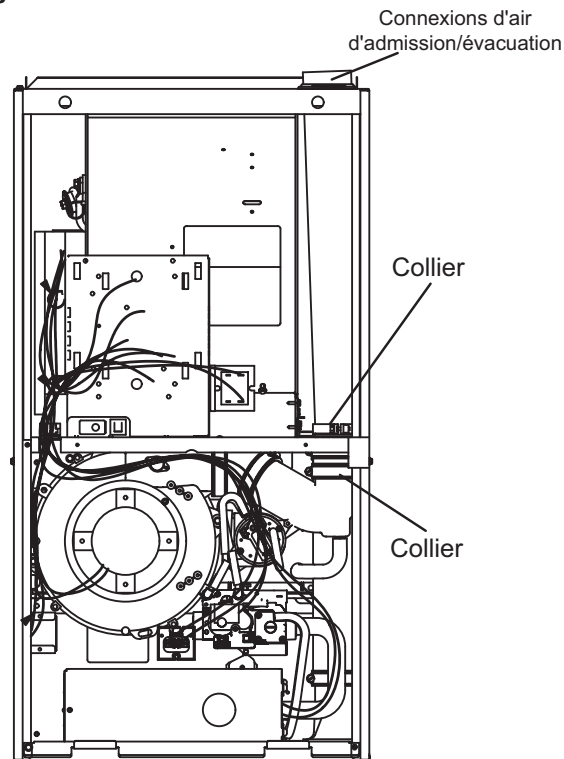
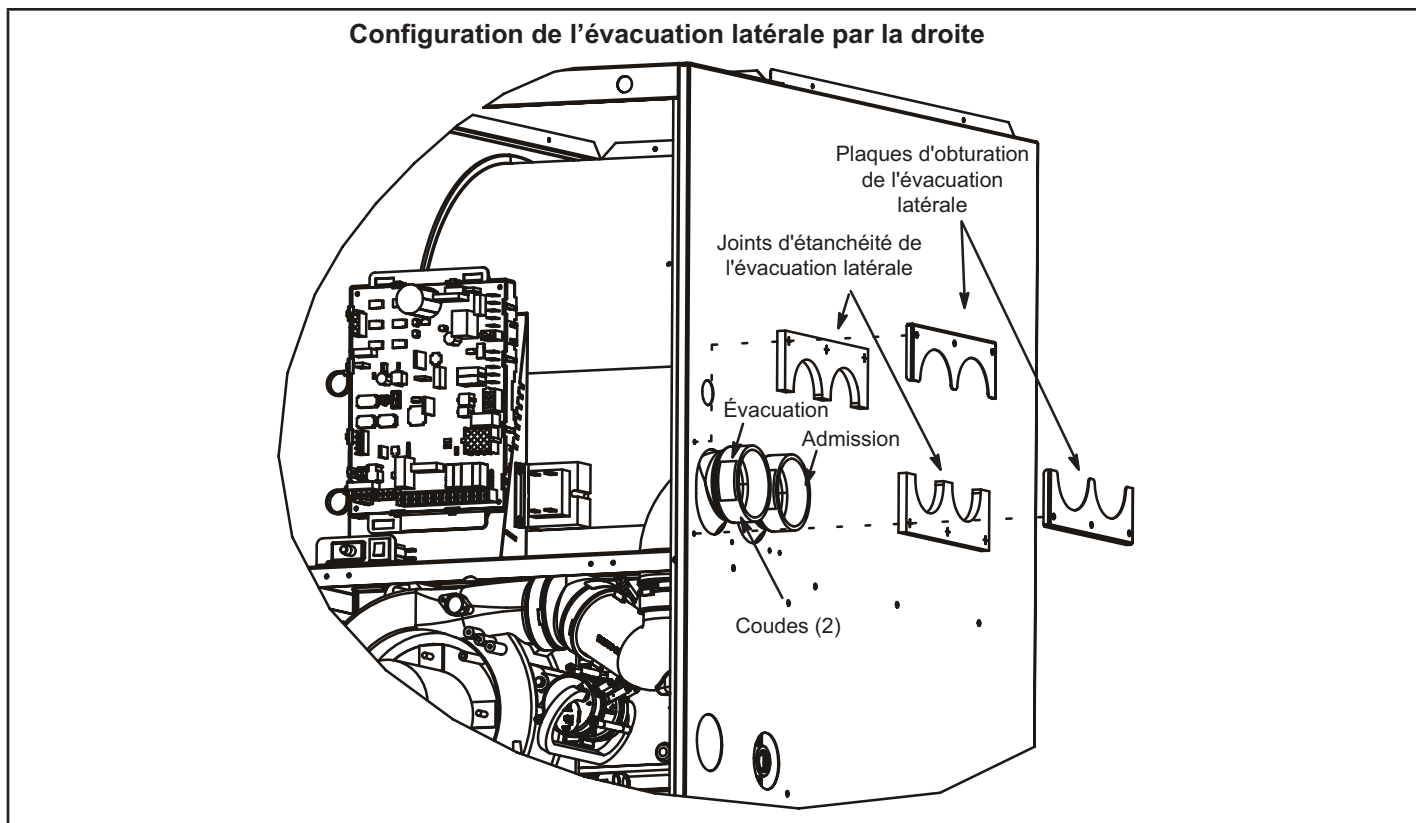

FIGURE 15
FIGURE 17
Le SLP99DF est livré avec un raccord d'évacuation/d'admission d'air au niveau du capuchon supérieur. Voir la FIGURE 15. À l'aide des pièces fournies, l'appareil peut être modifié sur place pour que ces connexions soient situées sur le côté droit de l'enceinte. Voir FIGURE 17 et suivre les étapes ci-dessous. Pour l'évacuation du côté gauche, commander l'ensemble 87W73.
- 2 - Desserrer les colliers de serrage qui fixent les raccords en caoutchouc aux tuyaux en PVC blanc à l'intérieur de la zone du vestibule. Voir la FIGURE 15.
- 3 - Desserrer le collier qui fixe les tuyaux au support du ventilateur. Voir la FIGURE 15.
- 11 - Retirer la protection des joints d'étanchéité de l'évacuation latérale (2) et les appliquer sur les plaques d'étanchéité de l'évacuation latérale (2) comme illustré à la FIGURE 17.
- 12 - Installer les plaques d'étanchéité de l'évacuation latérale et les joints sur l'extérieur de l'enceinte, comme illustré à la Figure 15. Fixer avec six vis (quatre réutilisées et deux fournies dans le sac). Les trous sont prépercés dans les pièces et l'enceinte, aucun perçage n'est nécessaire.